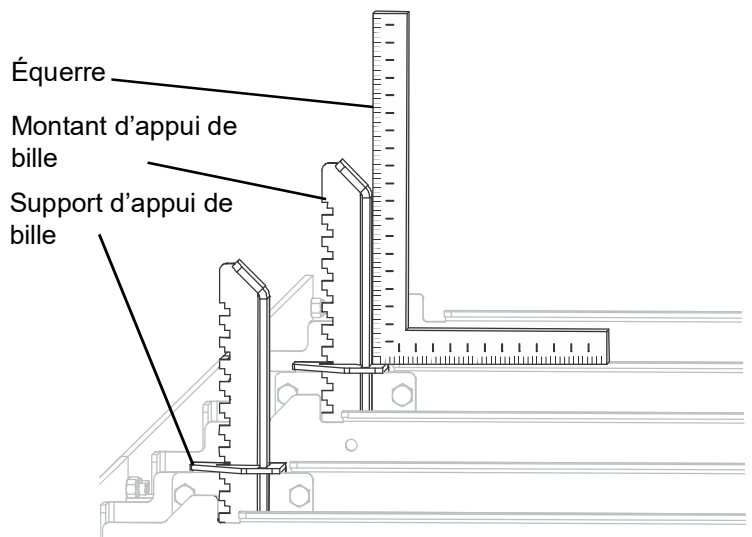

FIG. 3-7
- Une fois le banc mis de niveau, alignez les montants d'appui de bille. Serrez les vis de support d'appui de bille. (Voir FIG. 3-7 .)